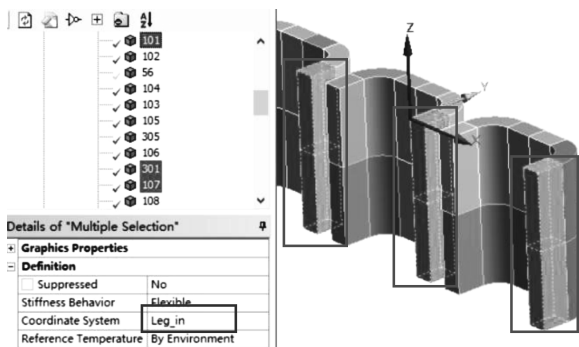

图 10-19 分配 Leg_in 坐标系及选中模型
(7) 在导航树里单击【Leg_in】，图像区域显示 Leg_in 坐标在模型中的位置，分别选择线圈 101、107、201、207、301、307 模型；接着单击右键，从弹出的快捷菜单中选择【Go To】→【Corresponding Bodies in Tree】转移到导航树区域，【Details of “Multiple Selection”】→【Definition】→【Coordinate System】= Leg_in，其他默认，如图 10-19 所示。